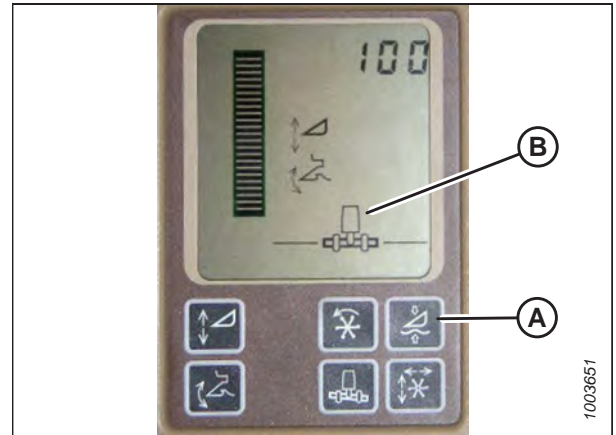

Figure 3.619: Affichage des moissonneuses-batteuses John Deere
N'utilisez **PAS** la fonction de flottement de plateforme active (A) en combinaison avec le contrôle de hauteur automatique de la plateforme (CHAP) MacDon – les deux systèmes vont se neutraliser l'un l'autre. Le symbole de la plateforme (B) sur l'écran ne doit **PAS** être souligné d'une ligne ondulée et doit apparaître exactement comme indiqué dans l'affichage de la commande de la plateforme active à la figure 3.619, page 401.